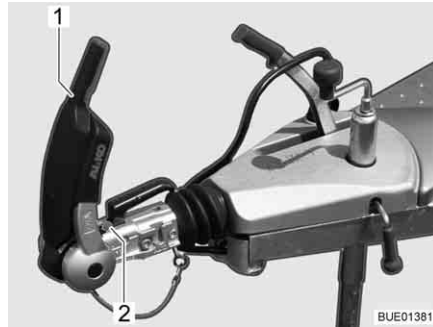

Bild 210 Anzeige Reibbeläge vorn und hinten
- Stabilisierungsgriff (Bild 210,1) öffnen.
Die Kontrolle erfolgt über die Anzeige vor dem Kupplungsgriff (Bild 210,2).